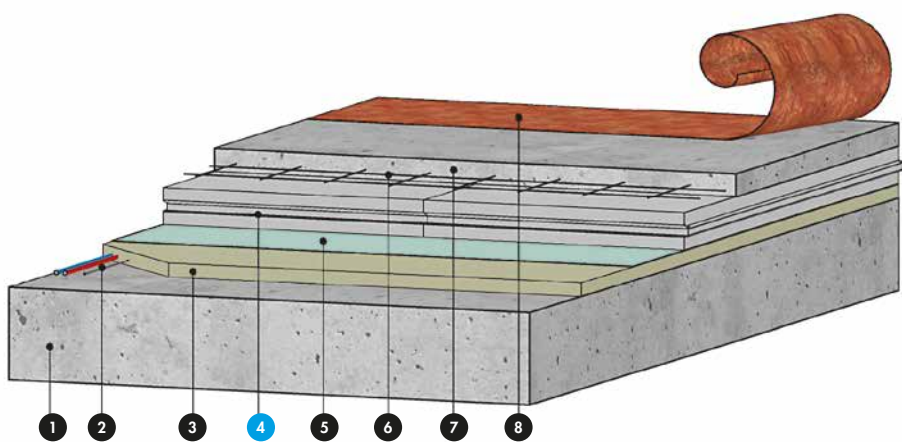

Fig. 2 : Mise en œuvre sous chape hydraulique et isolant rainé bouveté ou feuilluré 4 côtés
**Nomenclature de la figure 2**